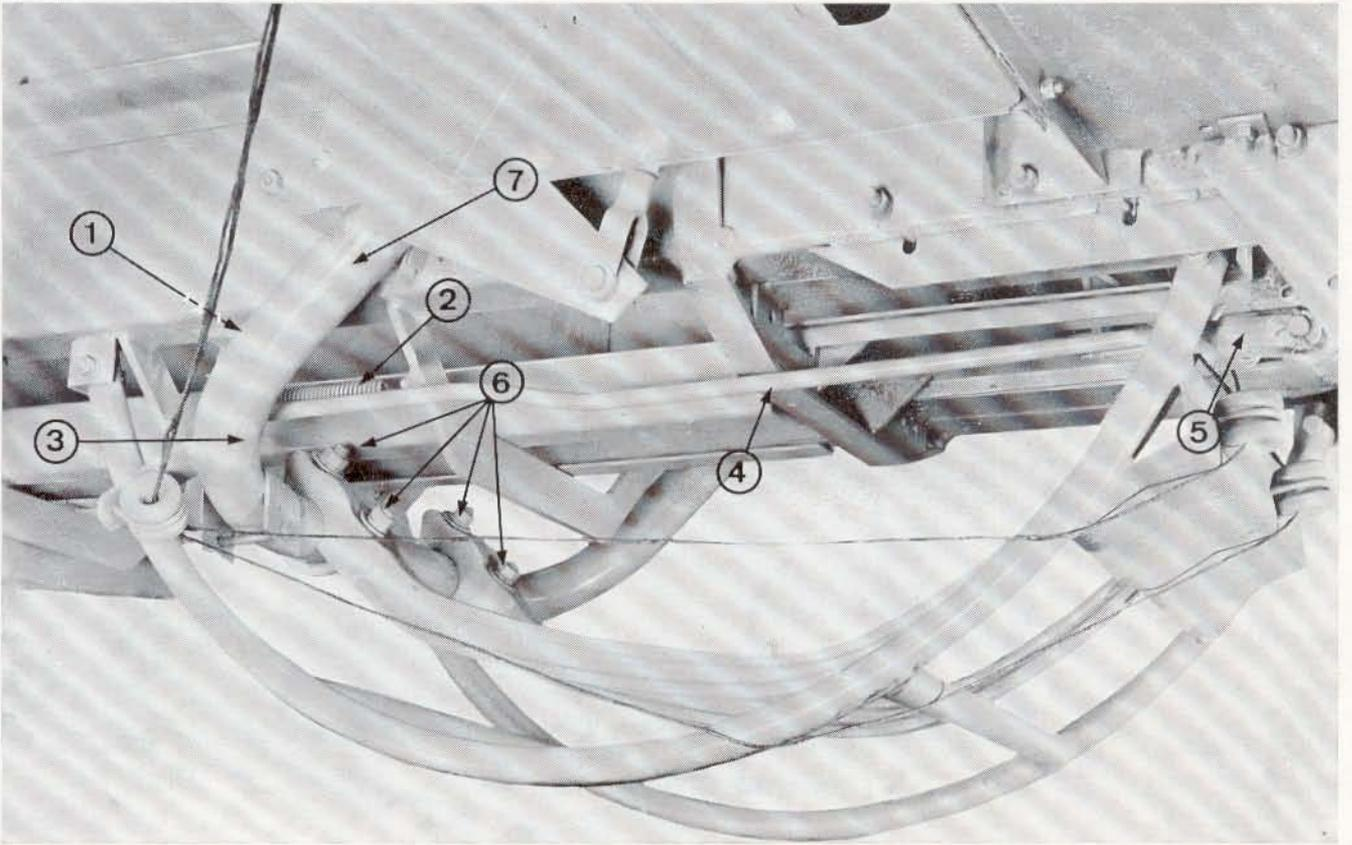

Fig. 27. — Etrier d'aiguilles.
- 4 - Si les aiguilles **NE SONT PAS** réglées aux jeux spécifiés dans l'opération 3, desserrer les écrous sur les boulons fixant les aiguilles sur l'étrier d'aiguilles (voir fig. 27). Décaler les aiguilles sur l'étrier jusqu'à ce que les jeux spécifiés soient obtenus. Resserrer ensuite alternativement les écrous. Lors du serrage des écrous, **S'ASSURER** que les réglages ne sont pas affectés.